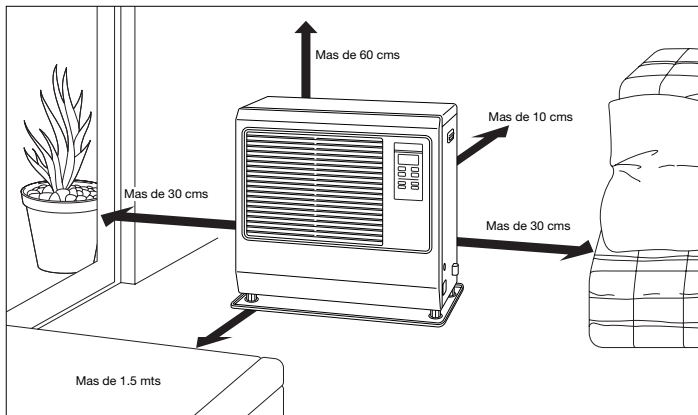

Figura 1
1. Elija un lugar para la estufa. Asegure la distancia mínima, como se indica abajo, entre la estufa y la materia más cerca de combustible. (Vea Figura 1) Preste acceso de servicio para limpiar el filtro trasero de aire de circulación, el filtro integral de combustible y el botón de restaurar.